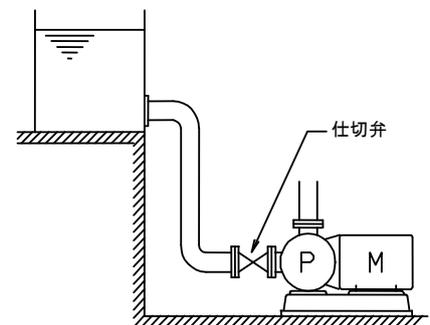

図 6
- (11) 流し込み・押し込み方式の場合は、吸込管に仕切弁を取付けてください(図6)。仕切弁がないと、ポンプの点検・修理のとき、タンク及び配管の水を全部抜かなければなりません。